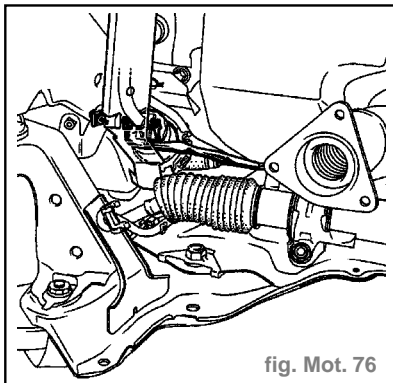

fig. Mot. 76
- La pompe de gavage est une pompe électrique placée dans le compartiment moteur. (fig. Mot. 76)